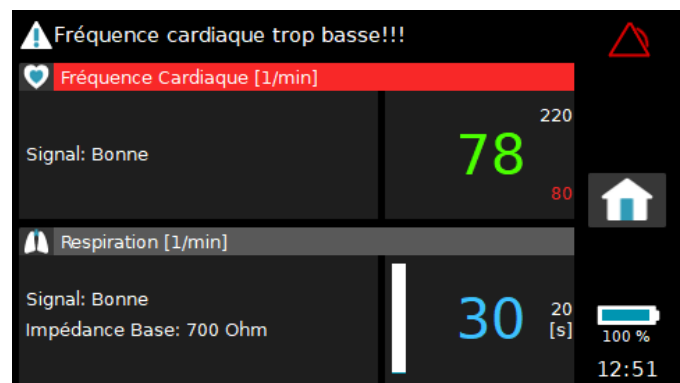

Fig. 25 Informations sur l'écran du moniteur pendant une alarme patient
- l'écran du moniteur affiche les informations visuelles suivantes, comme illustré dans Fig. 25 :